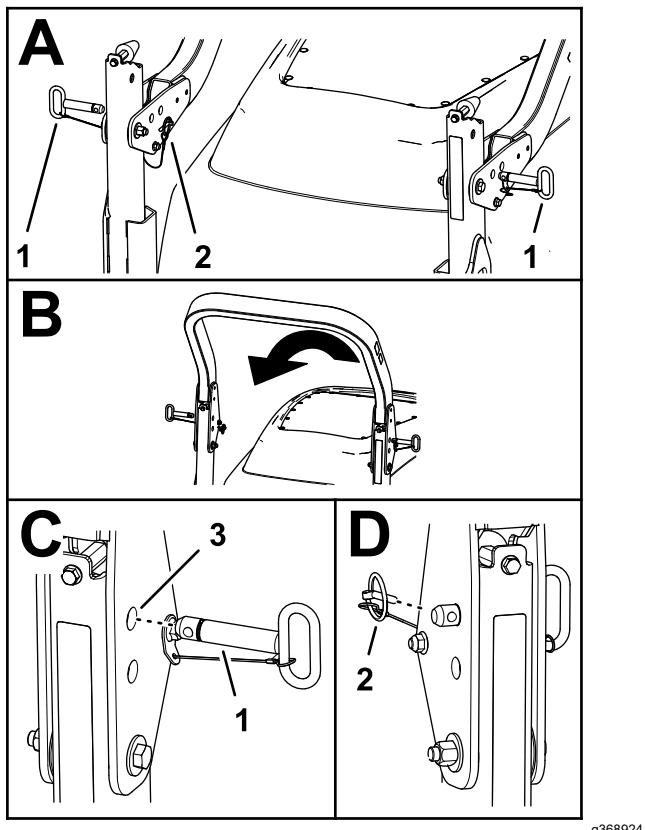

Figura 43
2. Retire los pasadores de seguridad que sujetan los pasadores de la barra antivuelco en cada lado de la barra antivuelco (Figura 43).